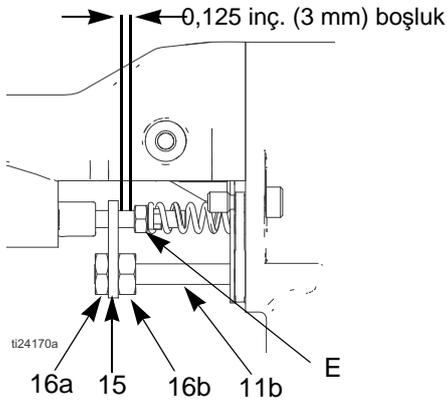

FIG. 23. Aktüatör Kolu Ayarı
2. Hava başlığını sökün, sayfa 28. Tabanca tabakasını (26) sökün.
3. Sıkıřtırma somunu (16), aktüatör kolu (15) ve ayarlama somununu (16) sökün. Bkz. FIGURE 23.
3. Sıkıştırma somunu (16), aktüatör kolu (15) ve ayarlama somununu (16) sökün. Bkz. FIGURE 23.
Bkz. FIGURE 23.
4. Ayarlama somunları (16a) ve aktüatör kolunu (15) sökün. Bkz. FIGURE 23.